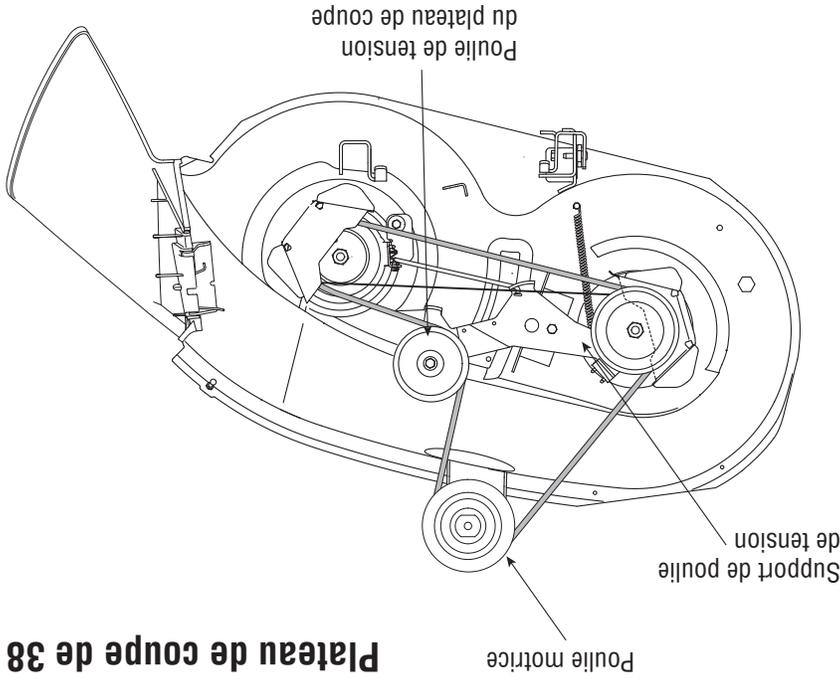

Figure 6-8
6. Installez la courroie neuve comme illustré à la Figure 6-8, 6-9 ou 6-10.